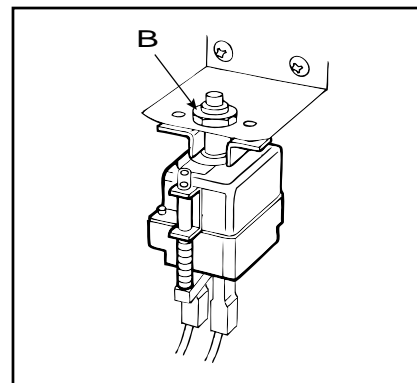

fig. 8
- 3) Retirer les fils des thermostats et desserrer la fixation (**B** - fig. 8) du thermostat de sécurité ou les vis du thermostat de cuisson fixé à l'arrière du panneau de commande;